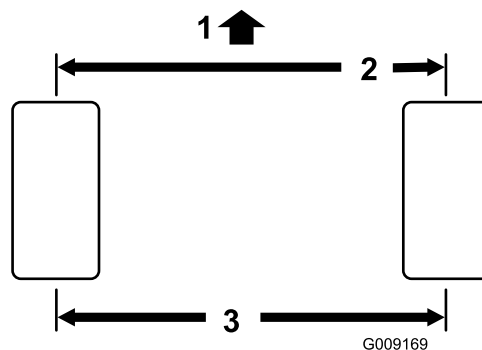

Figura 60
1. Misurate l'interasse (all'altezza dell'assale) sulla parte anteriore e posteriore dei pneumatici di sterzo (Figura 60).